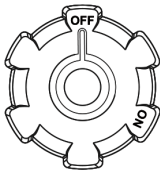

Fig. 15 – Palanca de respiro
2. Cerciórese de que la palanca de respiro de la tapa de combustible esté en la posición "O" (apagado) (fig. 15);